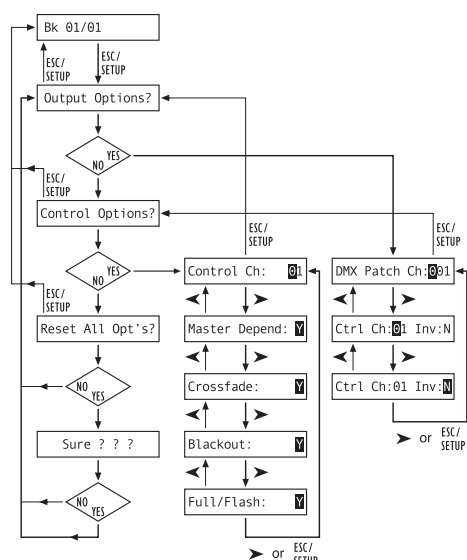

Fig. 4 Structure du menu / Struttura del menù
- 1) Accendere l'unità di comando con l'interruttore POWER (8). Il display indica brevemente "img Stage Line DMX-1440" e il numero della versione del software. Quindi si vede nella prima riga "Bk01 01/01". Dalla banca delle memorie 01 viene chiamata la scena 01 (vedi cap. 6).
- 2) Con il tasto ESC/SETUP (21) chiamare il menù di configurazione. Tuttavia, questa funzione non può essere chiamata durante lo svolgimento o la programmazione di una sequenza. La struttura del menù è rappresentata in fig. 4.
- a) Per assegnare gli indirizzi DMX (cap. 4.4.1) premere il tasto numerico 12/YES (2) [indicazione "DMX Patch"] oppure
- b) per stabilire le opzioni dei canali di comando (cap. 4.4.2) premere il tasto 11/NO (2) – indicazione "Control Options? Y/N". Per confermare premere il tasto 12/YES oppure, per tornare alla funzione di reset, (capitolo 4.4.3), il tasto 11/NO.